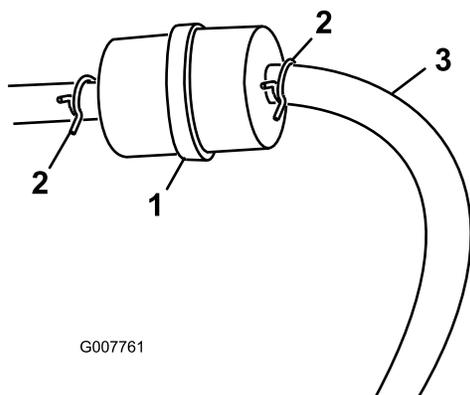

Figura 25
- Apriete los extremos de las abrazaderas y deslícelas por el tubo alejándolas del filtro (Figura 25).
5. Instale un filtro nuevo y acerque las abrazaderas al filtro (Figura 25).
3. Afloje la abrazadera cerca del filtro de combustible y deslícela por el tubo, alejándola del filtro de combustible (Figura 25).
4. Desconecte el tubo de combustible del filtro de combustible (Figura 25).
Nota: Deje fluir la gasolina a una lata u otro recipiente apropiado (Figura 25).
5. Instale el tubo de combustible en el filtro de combustible. Acerque la abrazadera al filtro de combustible para fijar el tubo de combustible (Figura 25).